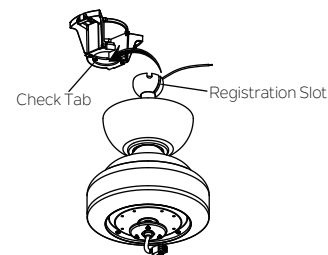

Fig. 9
Étape 5. Soulevez maintenant le moteur pour le mettre en position d'installation et placez la boule de suspension dans le support de montage. Tournez jusqu'à ce que le Check Tab (Languette de contrôle) se trouve dans (Fig. 9) Le moteur entier ne doit tourner ni à gauche ni à droite lorsqu'il est installé correctement.